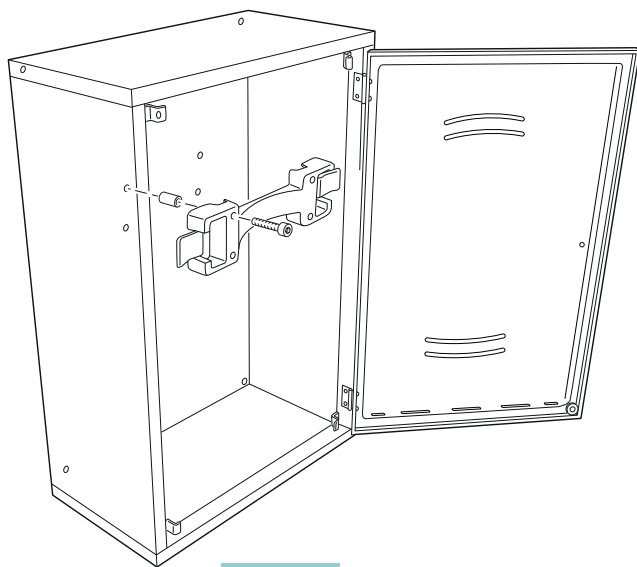

Fig. 6
1. Montare la staffa negli appositi fori con le viti M5x30 (Fig.6).